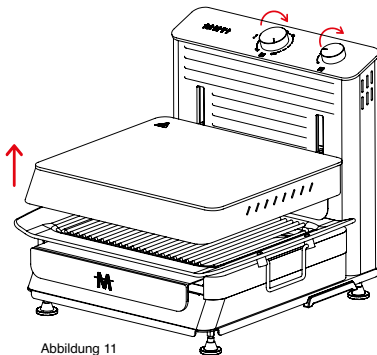
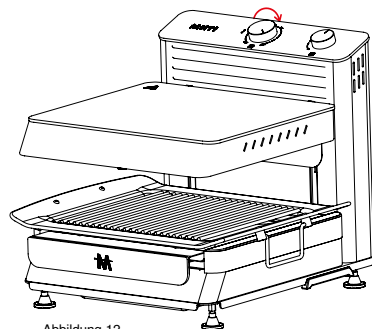

Abbildung 11
Abbildung 12
- Stellen Sie den Ein-/Aus-Schalter auf der Rückseite des Produkts auf die Position (I).
- Drehen Sie den Abstandseinstellknopf im Uhrzeigersinn, um den verstellbaren Garraum zu bewegen, und bringen Sie den oberen Teil auf die maximale Höhe. (Abbildung 11 - Abbildung 12)
- Stellen Sie den Leistungseinstellknopf auf die Position 100, lassen Sie das Produkt etwa 5-10 Minuten lang im Leerlauf laufen und schalten Sie es dann aus. Auf diese Weise werden Rückstände und Ablagerungen, die während der Produktion im Produkt zurückgeblieben sind, verbrannt und entfernt. Während dieses Vorgangs können aufgrund der Heizelemente des Produkts einmalig Gerüche und Rauch entstehen. Lüften Sie den Raum, um Gerüche und Rauch zu vermeiden. (Abbildung 12).